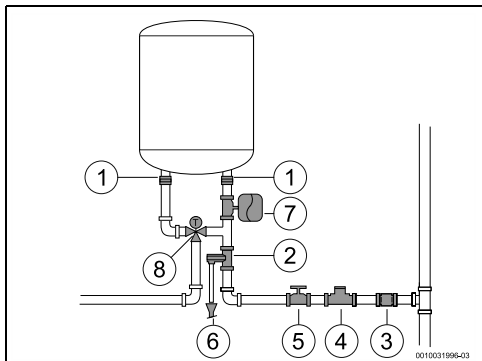

Fig. 11 Collegamento acqua
- Chiudere il rubinetto dell'acqua (→ fig. 11, [5]).
- installare una valvola riduttore di pressione (Fig. 11, [4]). La valvola di sicurezza è sempre attiva quando la pressione dell'acqua nello scaldacqua elettrico supera gli ($\pm 0,5$ bar), e l'acqua di uscita CS deve essere quindi convogliata.
- installare un vaso d'espansione (Fig. 11, [7]) per arrestare l'apertura frequente della valvola by-pass. Il volume del vaso d'espansione deve essere equivalente a 5% del volume dell'apparecchio.